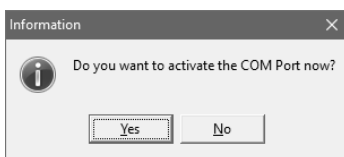

Рисунок 22 – Окно «Information»
3.6.5 На экране появится информационное окно «Information» с запросом на активацию COM-порта (рисунок 22). Нажать кнопку «Yes».